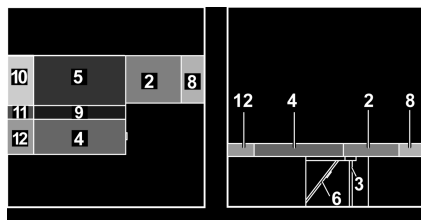

Fig. 130 Après la transformation
- Placer le coussin supplémentaire (Fig. 130,8) entre le coussin d'assise du siège longitudinal et la paroi arrière.